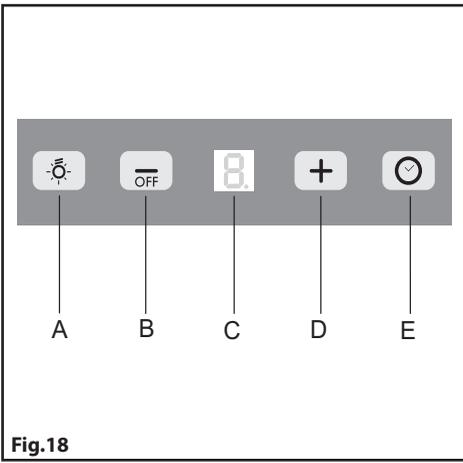

Fig.18
• **Kontroller:** (Fig.18)
• **Vetfilters/koolstoffilters verzadigd:** Fig.18